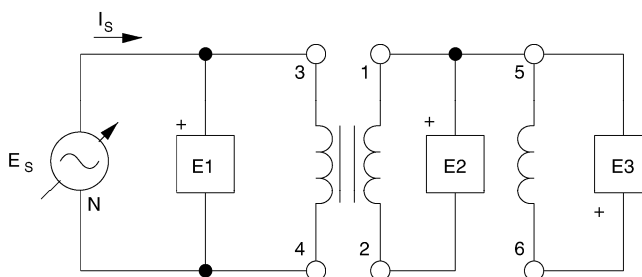

Figura 7-8. Arrollamientos de transformadores conectados en serie.
5. Monte el circuito del transformador de la figura 7-8 y conecte el terminal 1 con el 5, como se muestra. Note que en este circuito, la entrada de la fuente está conectada al arrollamiento 3-4.